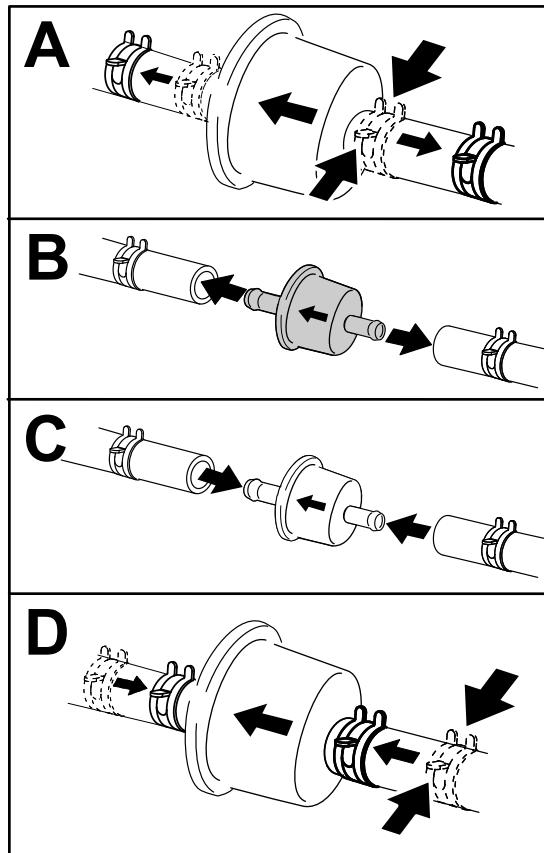

Figura 47
3. Substitua o filtro (Figura 47).